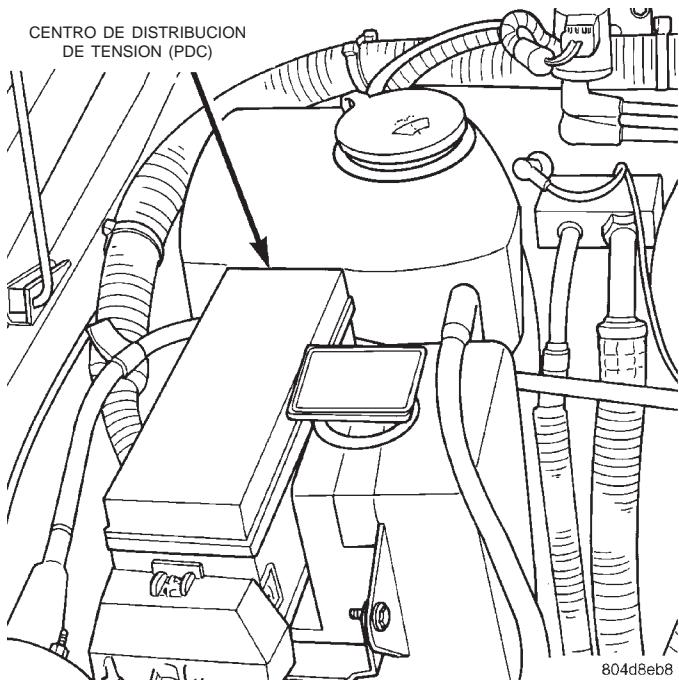

Fig. 18 Centro de distribución de tensión (PDC)
(2) Inspeccione las conexiones de los cables de la batería. Asegúrese de que estén apretadas y limpias.
(3) Inspeccione el relé de la bomba de combustible y el relé del embrague del compresor del aire acondicionado (si está instalado). Inspeccione las conexiones del relé de ASD. Inspeccione las conexiones del relé del motor de arranque. Inspeccione los relés para determinar si presentan signos de deterioros físicos y corrosión. Los relés están emplazados en el Centro de distribución de tensión (PDC) (Fig. 18). Para informarse sobre la localización de los relés, consulte la etiqueta de la cubierta del PDC.